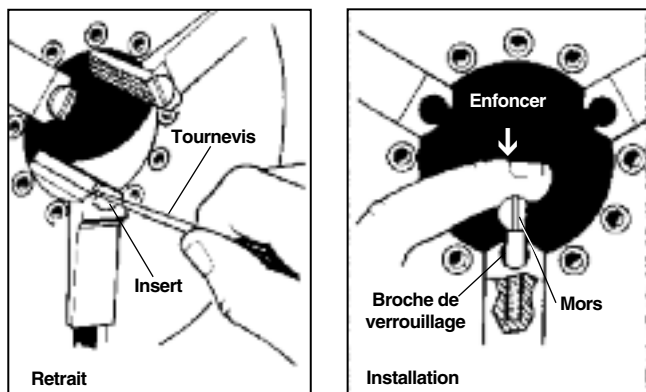

Figure 31 – Remplacement des inserts de mâchoire
1. Engagez un tournevis dans la fente de l'insert et tournez-le d'un quart de tour à droite ou à gauche pour le déverrouiller et le retirer (*Figure 31*).
2. Présentez le l'insert latéralement contre la broche de verrouillage et enfoncez-le à fond (*Figure 31*).